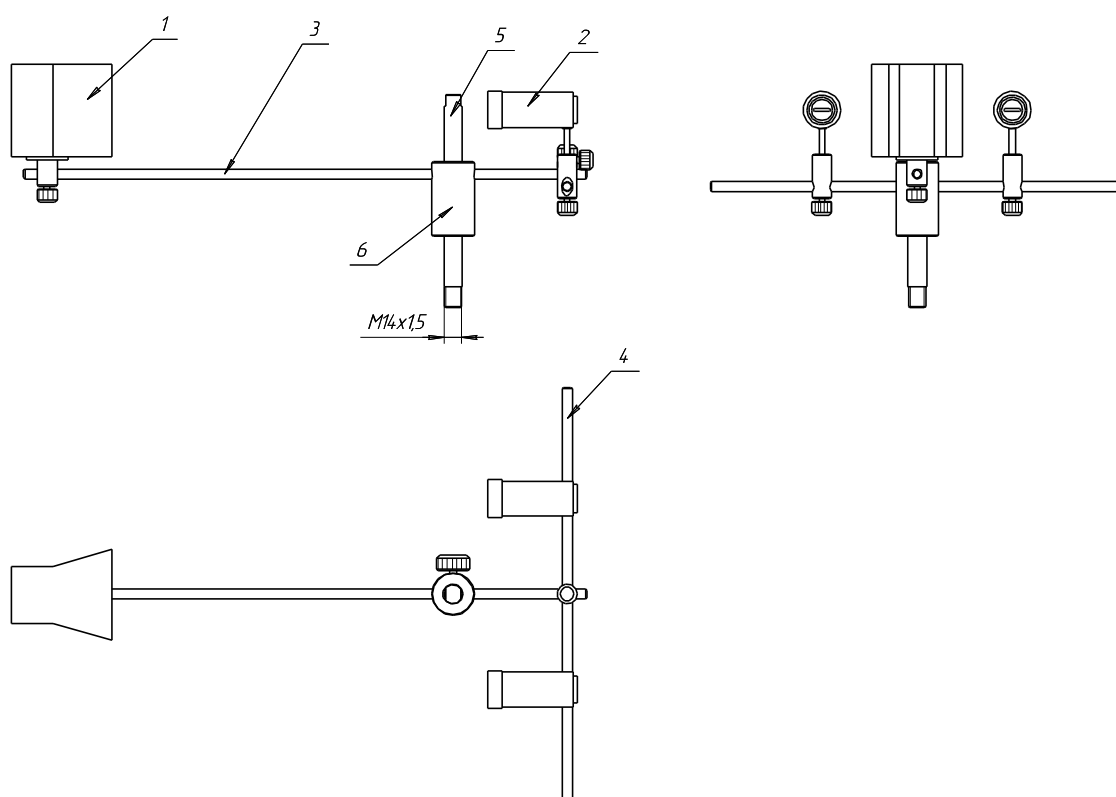

Рисунок 9. Устройство для наблюдения за положением поршня.
6.20 На заднюю часть основания устройства для наблюдения за положением поршня (поршней) навинтите стойку 5 (рисунок 9).
6.21 На стойке 5 зафиксируйте втулку 6 (рисунок 9).
6.22 На один край стержня 3 (рисунок 9) закрепите экран 1, а на другой край установите стержень 4 с осветителями 2 (как показано на рисунке 9). Расположение осветителей отрегулируйте таким образом, чтобы на шкале экрана 4 был виден контур грузов. В случае необходимости допускается переставлять направляющие стержни 4 с осветителями 2 на